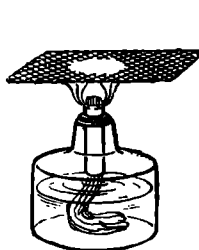

Рис. 179.
■ **Опыт.** Зажгите спиртовую лампочку и опустите на пламя лампочки медную сетку (рис. 179). Пламя не проходит сквозь сетку.
Если в первом опыте (рис. 179) поднести горящую спичку к сетке над пламенем, то горение начинается и над сеткой. ■